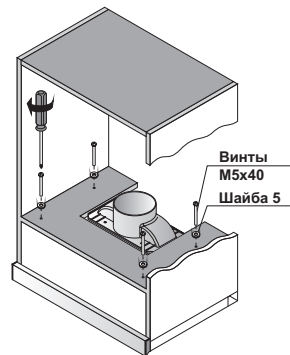

Рис. 4
3. При помощи винтов M5x40 с шайбами из монтажного комплекта и отвертки прикрепите вытяжку к шкафу. (Рис. 4)